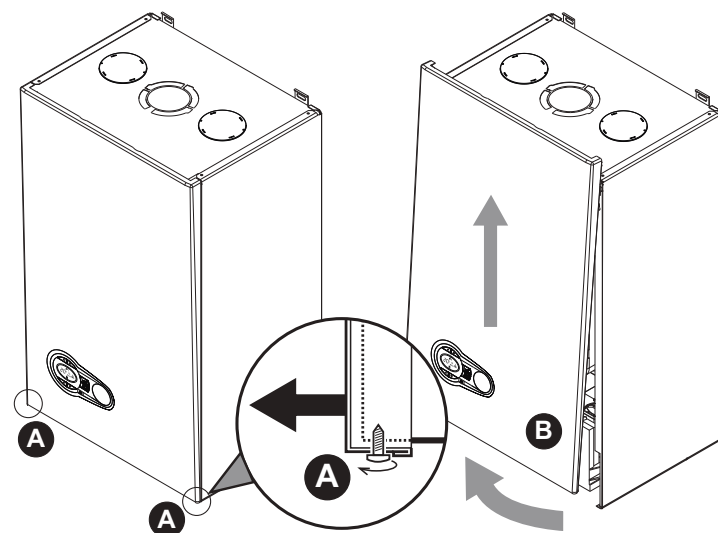

fig. 24 - Ouverture du panneau avant
1. Dévisser partiellement les vis A (voir fig. 24).